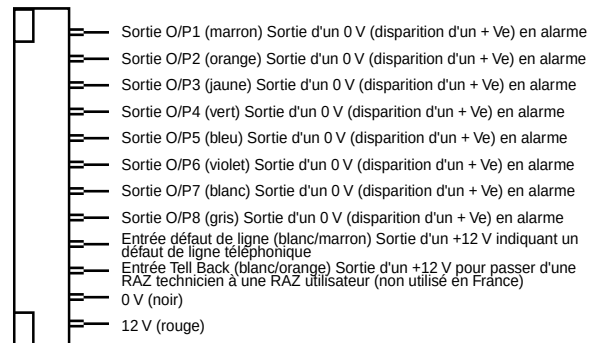

Figure 21. Câble "Transmissions"
2. Effectuer tous les raccordements nécessaires entre le transmetteur et le câble spécifique "Comms". La figure 21 ci-dessous illustre les différentes sorties disponibles aux extrémités de ce dernier.